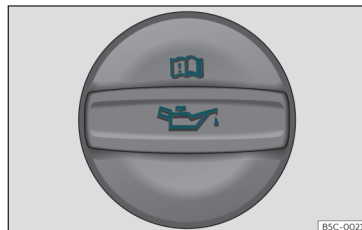

Fig. 187 Vano motore: tappo del bocchettone di rifornimento dell'olio motore.
- Svitare il tappo del bocchettone di rifornimento dell'olio motore» fig. 187.